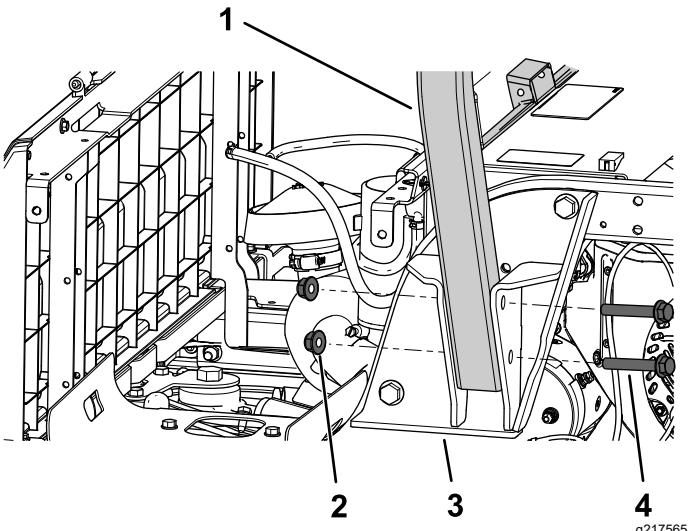

Figura 26
1. Sujete un lado de la barra antivuelco a un soporte del ROPS usando 2 pernos con arandela prensada ($\frac{1}{2}$ " x $3\frac{1}{2}$ ") y 2 contratuerzas ($\frac{1}{2}$ "), según se muestra en Figura 26.